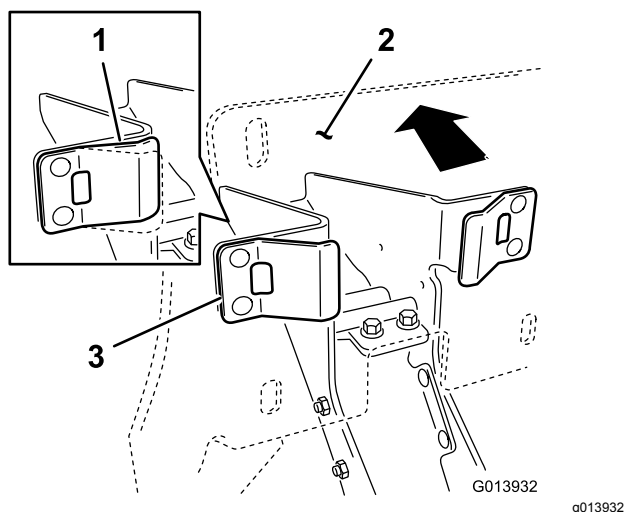

Figure 19
- Vérifiez que les butées en plastique sont en contact avec les pattes élastiques, et exercez une pression suffisante contre la plaque d'appui pour comprimer à moitié les pattes élastiques (Figure 19).